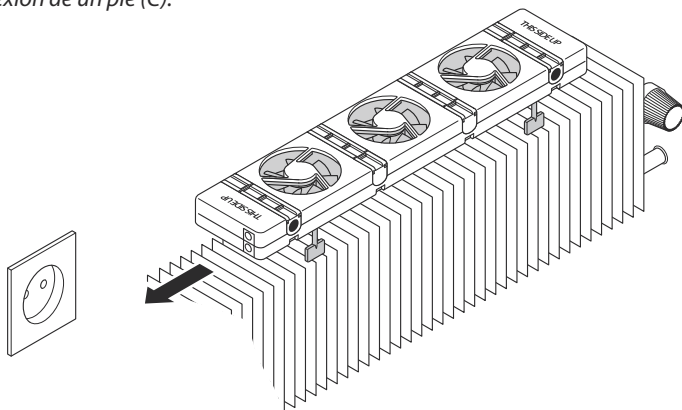

Fig. 9: Posición del **SpeedComfort (A)** en el convector.
1. Coloque los **pies** (C) presionándolos en las **ranuras** (2) del **SpeedComfort** (A).
2. Asegúrese de que el **SpeedComfort** (A) esté orientado hacia arriba y de que los **conectores hembra** (1) estén orientados hacia la toma de corriente (véase fig. 9).
3. Coloque el **SpeedComfort** (A) en la parte superior del convector y deje espacio entre los lados del convector y el **SpeedComfort** (A) para reducir el ruido (véase fig. 9). El SpeedComfort también puede colocarse en el suelo bajo el convector si el espacio lo permite.
4. Si el bloque convector está hecho de material magnético, el **sensor de temperatura (E)** con sus imanes simplemente se puede colocar sobre él. Para una buena transferencia de calor, el sensor de temperatura también se puede sujetar entre dos placas del bloque convector. El sensor se puede fijar a un tubo de cobre o a otra ubicación no magnética utilizando el velcro suministrado.